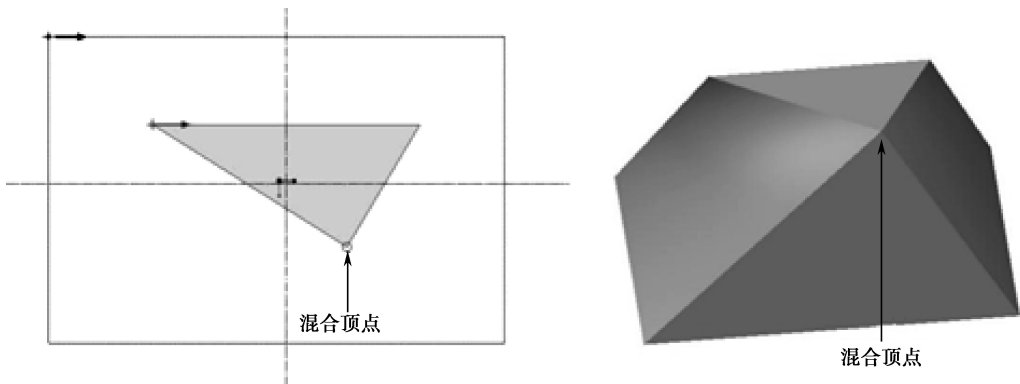

图 4-129 混合顶点应用
- 混合顶点的应用。在截面顶点数不相符时, 可以使用混合顶点。混合顶点就是将一个顶点当两个或两个以上顶点使用。如图 4-129 所示。选择对应的顶点后, 右击鼠标出现的菜单中就有“混合顶点”选项。
- 截面顶点方向一致。当混合截面中有顶点存在时, 则截面中有顶点方向, 如图 4-129 所示。为了让系统更好地将对应的顶点进行混合, 无论混合命令中有多少个截面, 其方向必须一致。